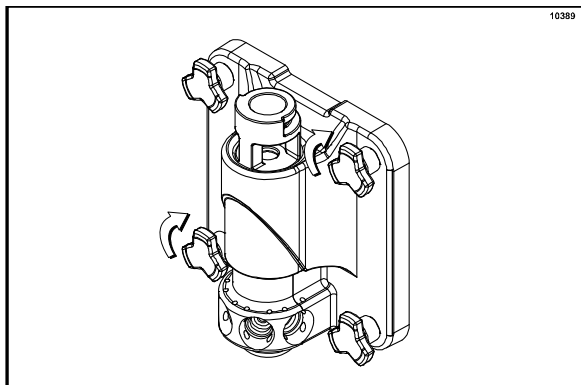

Abbildung 122
12. Frontverschluss anmontieren. Den Frontverschluss auf die vier Stehbolzen an der Vorderseite des Gefrierzylinders aufsetzen. Oberseite des Zapfventils auf die Ventilhebelhalterung ausrichten. Die Handschrauben anbringen (die kurzen Handschrauben am unteren Rand des Frontverschlusses). In einem kreuzförmigen Muster abwechselnd gleichmäßig anziehen, so dass der Frontverschluss gleichmäßig und fest anliegt. **Die Handschrauben nicht zu fest anziehen!** (Siehe Abbildung 122.)